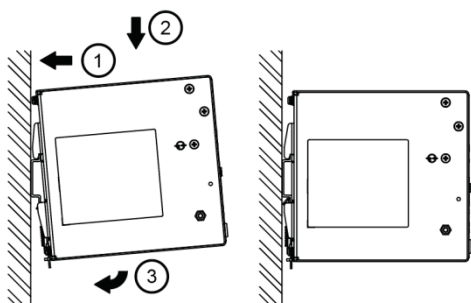

图. 3.1 安装
1. 将电源向上倾斜，插入 DIN 导轨。卡入导轨如图 3.1 所示。